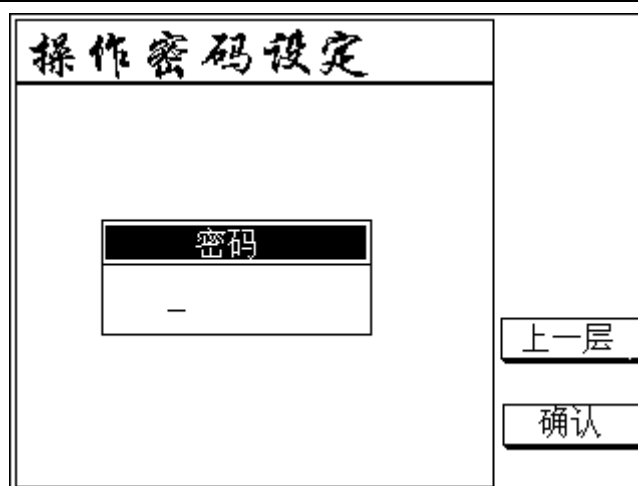

图 14
- (c) 屏幕键三用以系统操作密码设定，按下屏幕键显示如（图 14）所示
在此界面下（图 14）实现功能如下：